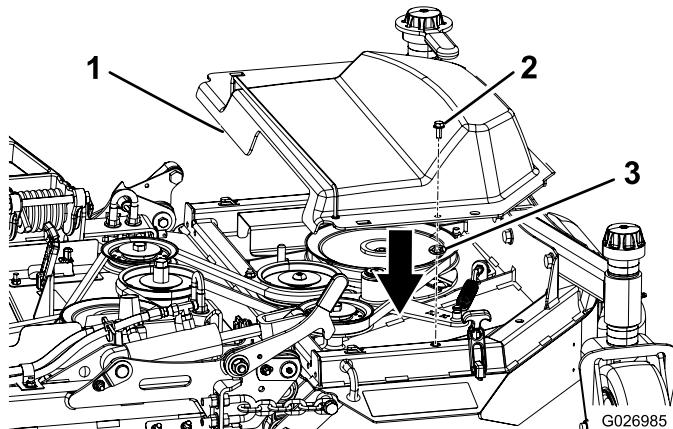

Figura 12
- Montate un bullone e un dado in gabbia sulla copertura in plastica destra (Figura 12).